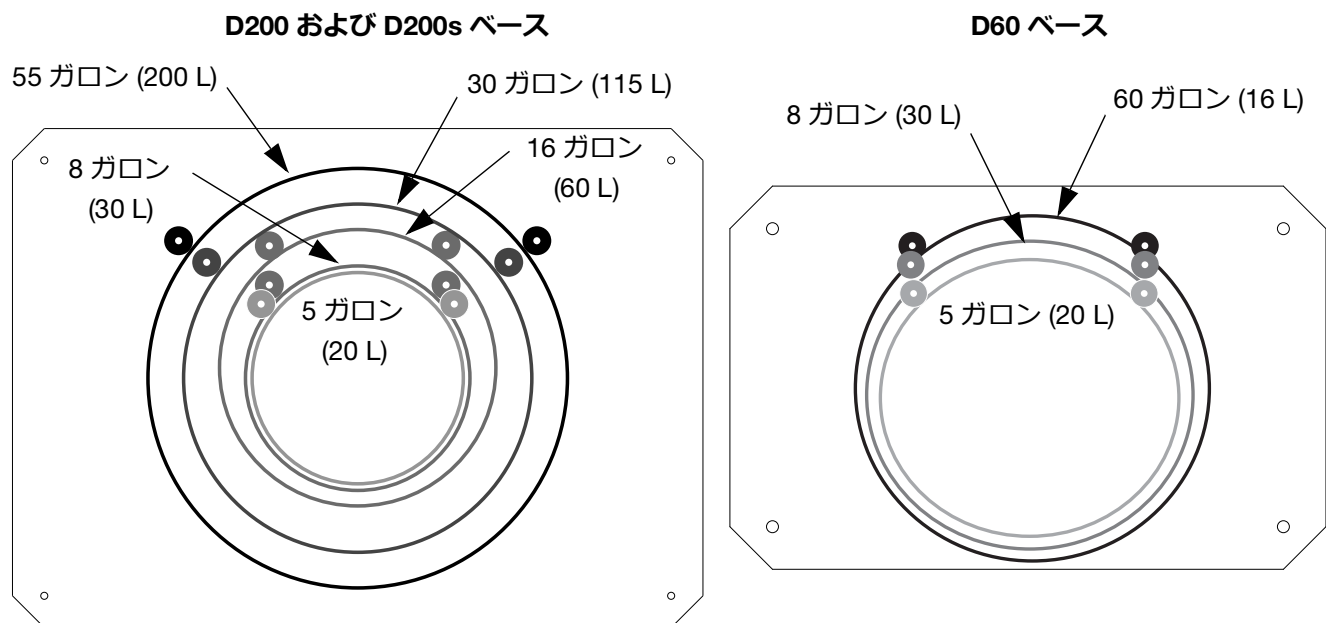

図 19: ラムベース
1. ラムアセンブリベースの一連の取り付け穴を確認します。図 19を参照ください。